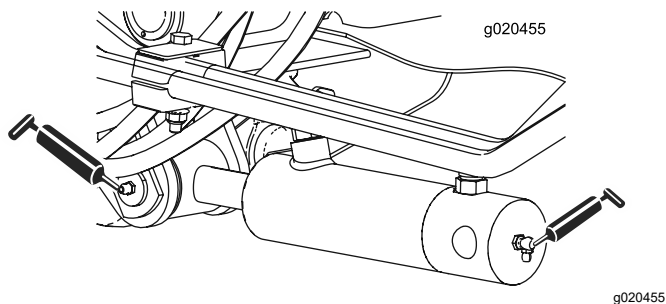

Bild 52
- Zwei (an jeder Seite) Hubarm-Zylinderbüchsen (Bild 52)